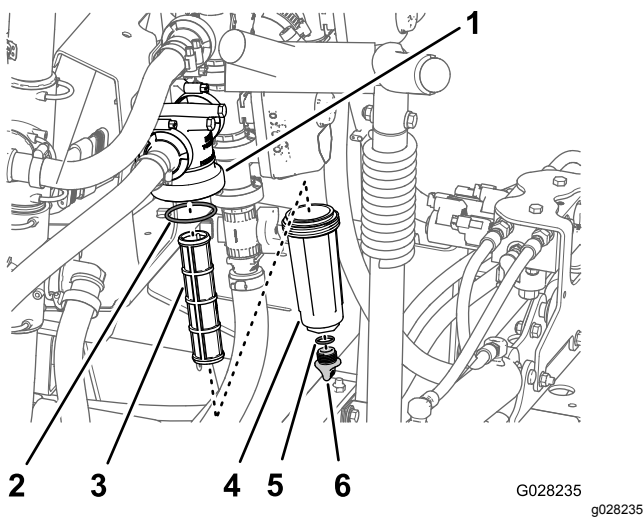

Bild 48
2. Stellen Sie eine Auffangwanne unter den Druckfilter (Bild 48).
3. Drehen Sie die Ablasskappe nach links und nehmen sie von der Glocke des Druckfilters ab (Bild 48).
4. Drehen Sie die Glocke nach links und nehmen den Filterkopf ab (Bild 48).
5. Entfernen Sie den Druckfiltereinsatz (Bild 48).
7. Prüfen Sie die Dichtung für die Ablassschraube (in der Glocke) und die Dichtung für die Glocke (im Filterkopf) auf Beschädigungen und Abnutzung (Bild 48).
8. Setzen Sie den Druckfiltereinsatz in den Filterkopf ein (Bild 48).
9. Befestigen Sie die Glocke am Filterkopf und ziehen sie mit der Hand an (Bild 48).
10. Befestigen Sie die Ablassschraube am Anschlussstück unten an der Glocke und ziehen sie mit der Hand an (Bild 48).